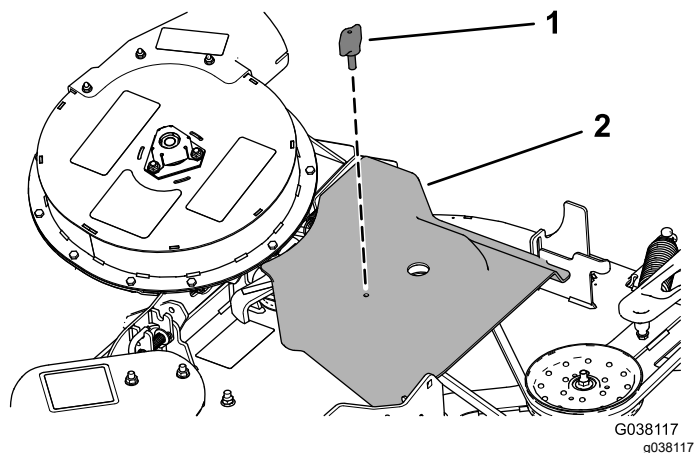

Figura 4
1. Retire o parafuso recartilhado que prende a cobertura da correia (Figura 4).
2. Mova a cobertura para fora até que a extremidade da cobertura fique afastada dos ganchos nas flanges da plataforma (Figura 4).